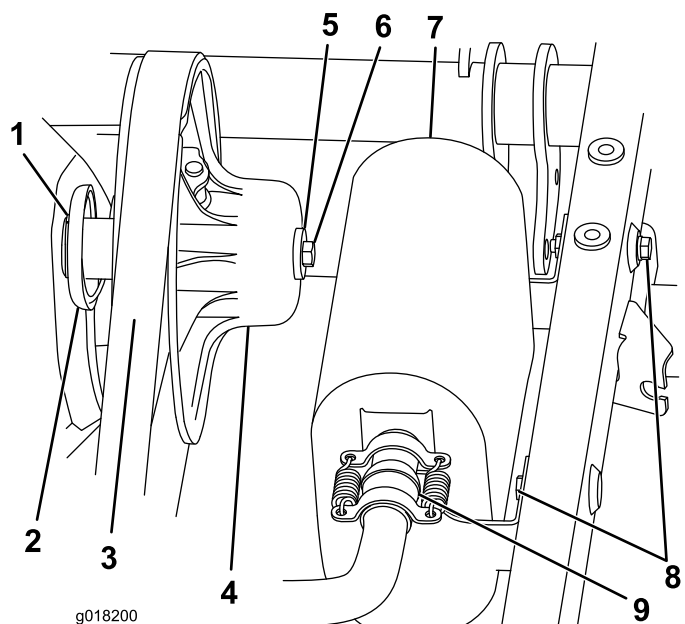

図 9
3. マフラーを排気システムに固定しているスプリング2本を外し、マフラーをフレームに固定している金具をはずしてマフラーを取り外す 図 9。
4. 2次クラッチからベルトを外す 図 9。
5. クラッチを固定しているボルトとステップワッシャを外し、トランスアクスルからクラッチを抜き出す 図 9。